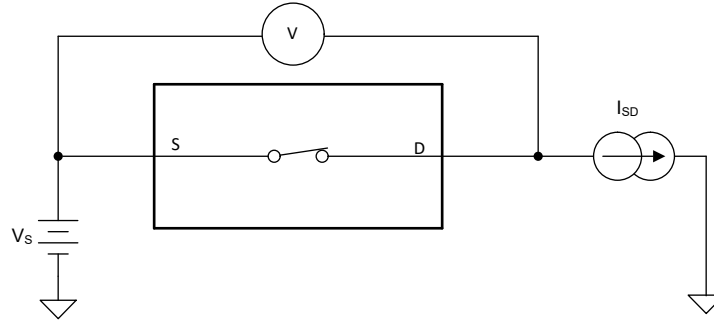

图 6-1. 导通电阻测量设置
器件的导通电阻是器件源极 (Sx) 和漏极 (Dx) 引脚之间的欧姆电阻。导通电阻随输入电压和电源电压的变化而变化。符号 R_{ON} 用于表示导通电阻。图 6-1 展示了用于测量 R_{ON} 的测量设置。电压 (V) 和电流 (I_{SD}) 可通过此设置进行测量，而 R_{ON} 可通过 $R_{ON} = V/I_{SD}$ 来计算。